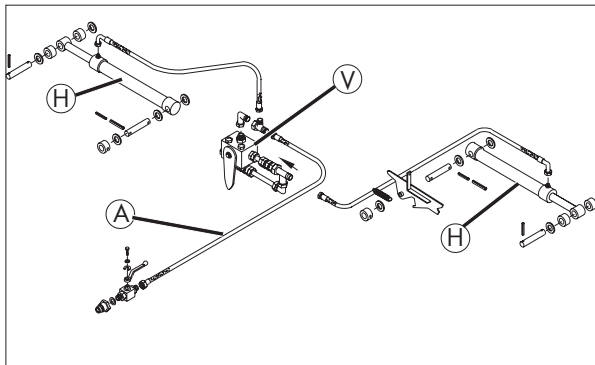

Fig. 3-15
Raccorder les tuyaux aux vérins hydrauliques (H). Fixer les tuyaux hydrauliques avec des raccords de câble sur les vérins hydrauliques (fig. 3-15).
Raccorder les tuyaux à la vanne-pilote (V) (fig. 3-15).